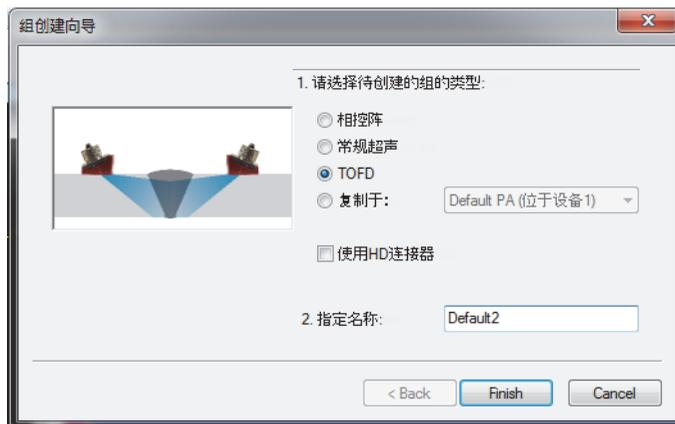

图 4-16 组创建向导对话框（TOFD）
2. 在出现的**组创建向导**对话框中 (参见第111页的图 4-16), 执行以下步骤: